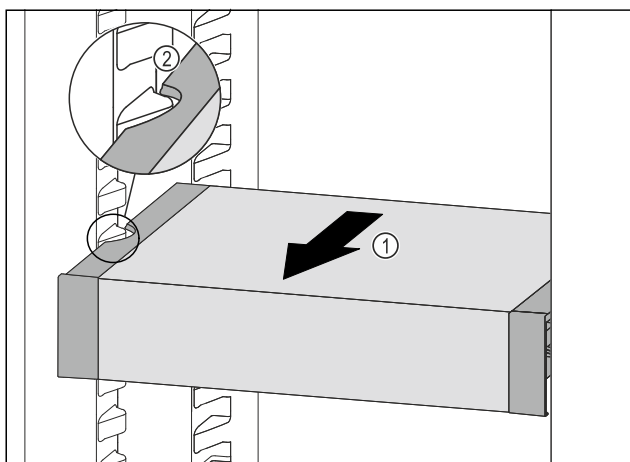

Fig. 102
- Trekk VarioSafe forover Fig. 102 (1), til utsparingene på sidene av VarioSafe er på nivå med rillene i kjøleskapet. Fig. 102 (2)